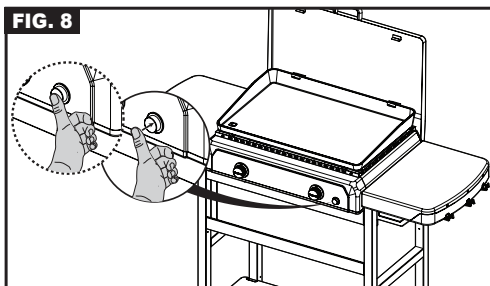

FIG. 9
- Le système d'allumage électronique des brûleurs à gaz est alimenté par 1 pile de type AA (LR06). Le boîtier porte-piles se trouve sous la console (Fig. 9).